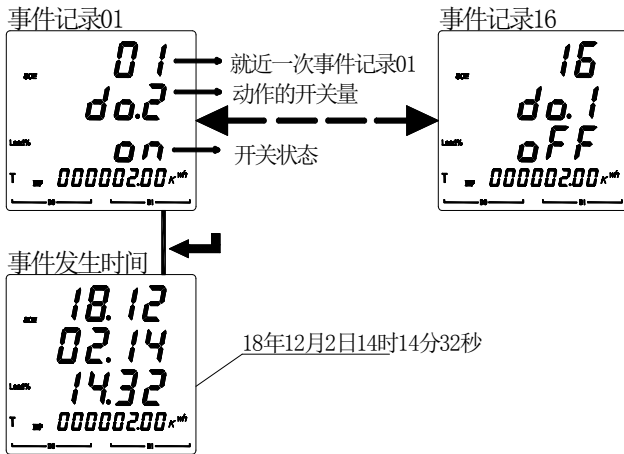

图 22
5.2.7 查看 DEMP-AC3-DXX-E 的事件记录参数步骤如图 22 所示